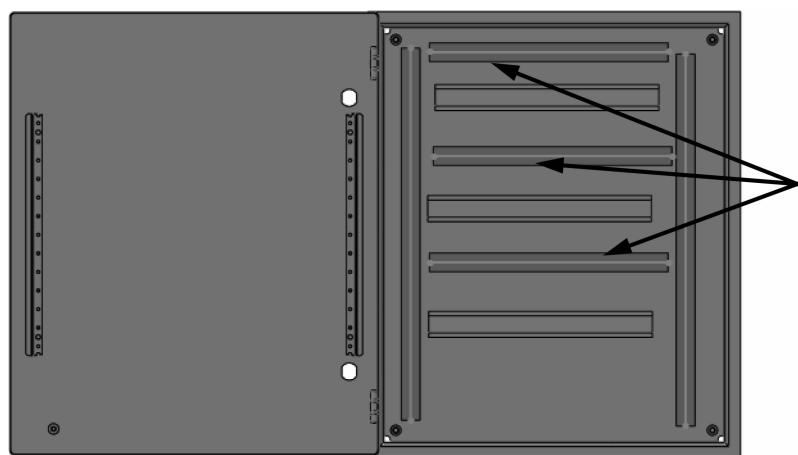

图 11-13 插入水平线槽
**步骤 11 插入水平线槽** 右击第三个 036200 设备，单击插入水平线槽。选择机柜的面，单击【确定】接受配合参考。在定义长度时输入【320mm】后单击【确定】。对第四个 036200 设备重复该步骤，如图 11-13 所示。